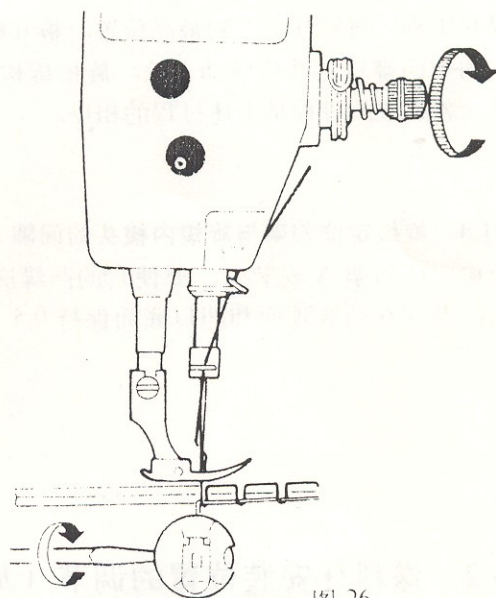

图 26
(2) 如果面线太松，底线太紧（见图 24c），则应逆时针旋转夹线螺母，以加大面线的压力；或用小号螺钉起子，旋松梭皮螺钉，减小底线的压力（见图 26）。